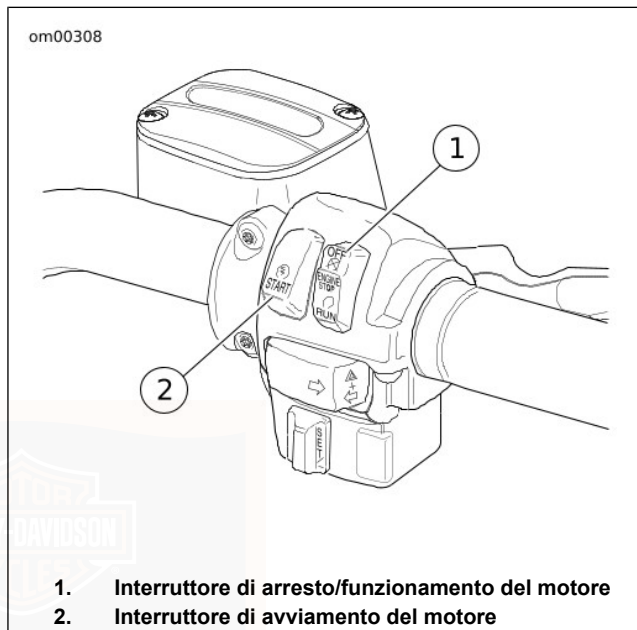

Figura 45. Comandi del semimanubrio destro: Modelli Touring (tipici)
2. Vedere Figura 45. Girare l'interruttore di arresto/funzionamento del motore su FUNZIONAMENTO.